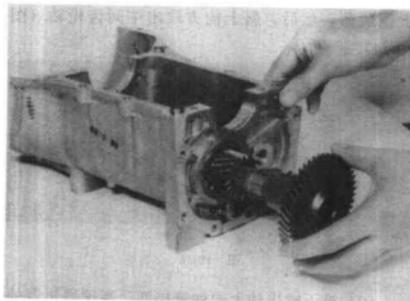

图 10-21
(3) 拆下中间轴五档齿轮和倒档主动齿轮（图 10-21）。